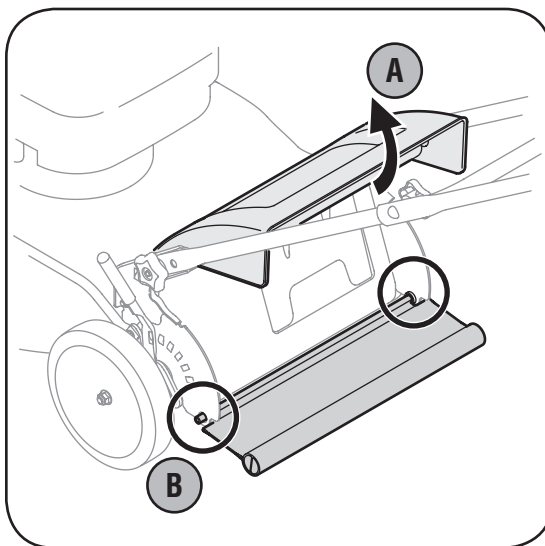

Figura 5-3: Corte el cable para sacar al alerón trasero
1. Para quitar la tapa trasera, levante la puerta trasera, y la tapa de prensa en ambos lados para quitar del agujero. Ver la Figura 5-3.